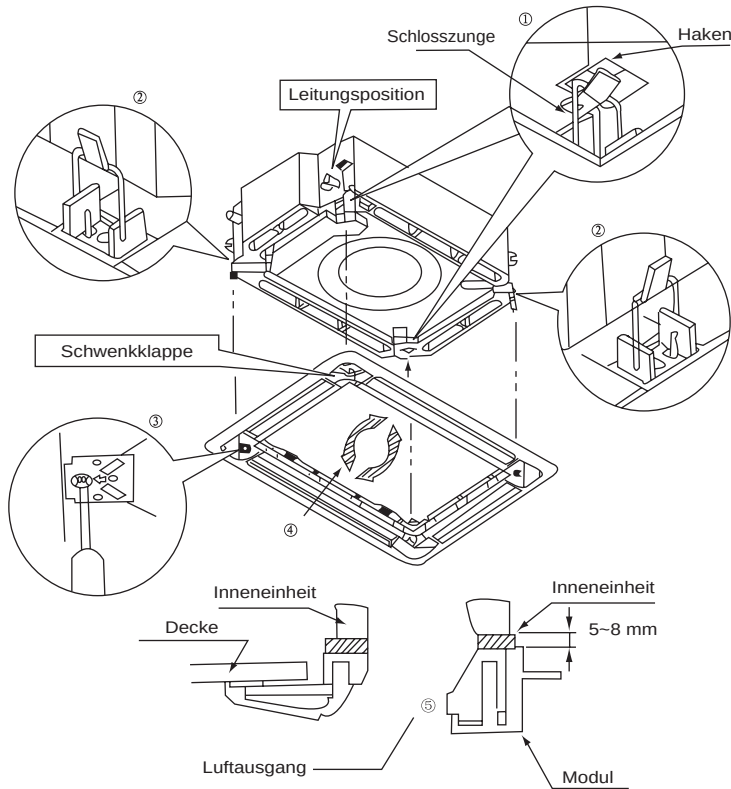

Abb. 38
- (1). Das Modul auf die Einheit einlegen und die Haken neben und vor dem Motor einklinken.
- (2). Noch zwei Haken einklinken.
- (3). Vier Sechskantschrauben 15mm unter den Schlosszungen anziehen.
- (4). Das Modul in Richtung der Pfeil (Abb. 38) installieren.
- (5). Die Schrauben anziehen, bis die Stärke des Dichtungsmaterials zwischen dem Modul und der Inneneinheit zu 5-8 cm reduziert ist.